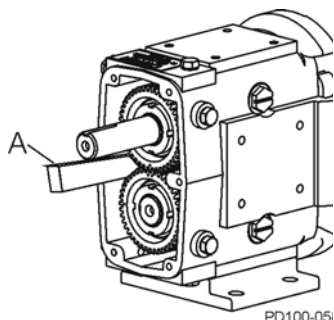

Figura 70 - Bloquee a rotação do eixo
1. Impeça que os eixos girem colocando um calço entre as engrenagens (Figura 70, item A).